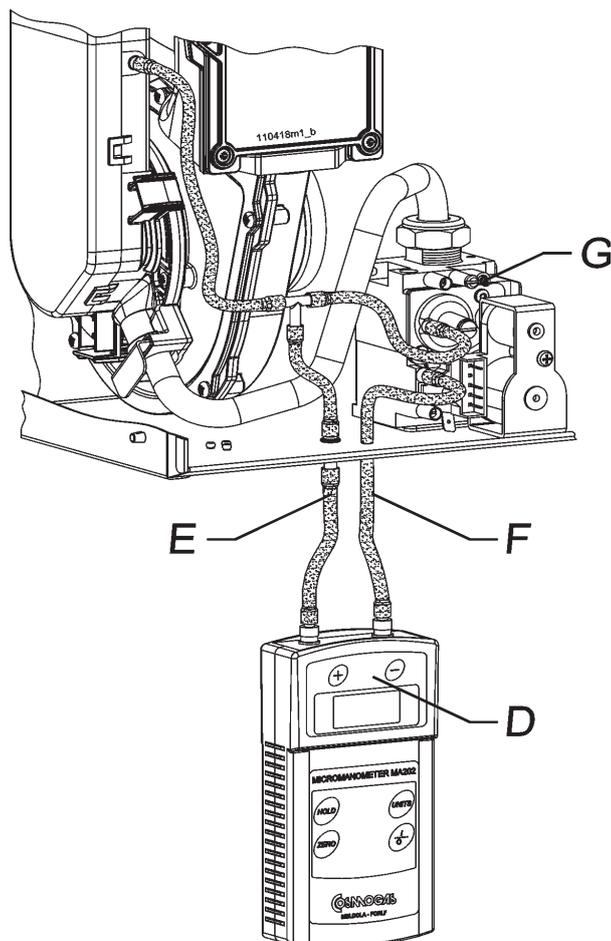

Figura 28 - Controllo pressione aria comburente
- inserire un tubo "F" che va dal manometro, passando per l'apertura del tappo "B", fino alla presa di pressione "C" (come da figura 28);
- il collegamento deve essere realizzato come da figura 28, rispettando scrupolosamente la polarità delle pressioni, evidenziata sul manometro;